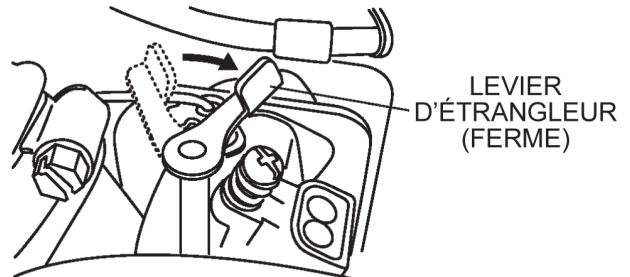

Figure 8. Levier d'étrangleur
5. Si le moteur ne parvient pas à démarrer, déplacer le levier d'étranglement (Figure 8) en position médiane pour éviter de noyer le moteur.